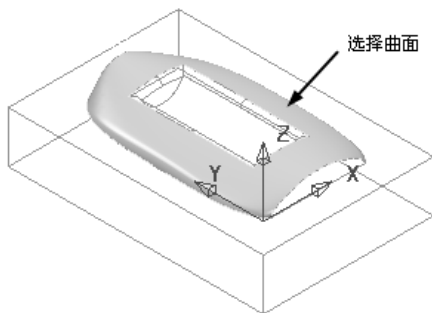

图 3-78 选择曲面 1
2) 选择图 3-78 所示的曲面，然后单击“插入模型”按钮，单击“边界”对话框的“接受”按钮即可完成边界创建。